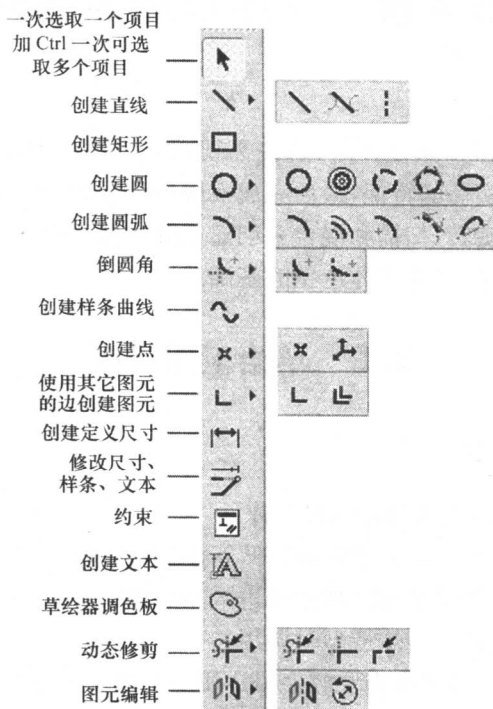
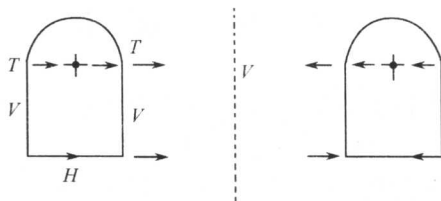

图 2-3 草绘图标工具栏
图 2-12 草图镜像
进入草绘环境后,系统会出现草绘时所需要的各种工具图标,其中常用工具图标及其功能注释,如图 2-3 所示。单击工具栏中相应按钮后面的黑色小三角,将展开 8 个子工具栏。
(1)进入草绘环境之后,单击草绘工具栏中按钮后面的黑色小三角,展开直线绘制工具条,参看图 2-3。
(1)进入草绘环境之后,单击草绘工具栏中  按钮后面的黑色小三角,展开圆绘制工具条,参看图 2-3。
(1)进入草绘环境之后,单击草绘工具栏中  按钮后面的黑色小三角,展开圆弧绘制工具条,参看图 2-3。
(1)进入草绘环境之后,单击草绘工具栏中  按钮后面的黑色小三角,展开倒圆角绘制工具条,参看图 2-3。
(1)进入草绘环境之后,单击草绘工具栏中  按钮后面的黑色小三角,展开修剪工具条,参看图 2-3。
(1) 进入草绘环境后，绘制一个简单的图形，然后在直线工具栏中单击 按钮，在图形窗口内绘制一条中心线，如图 2-12 所示。
(2) 在图形窗口内选择已绘制的图形，此时草绘编辑工具栏上的按钮被激活。
(3) 单击草绘工具栏中 按钮后面的黑色小三角，展开镜像命令条，参看图 2-3。单击 按钮，系统在信息区提示：选择一条中心线(鼠标左键单击中心线)，即生成以此中
心线为对称的图形,如图 2-12 所示。